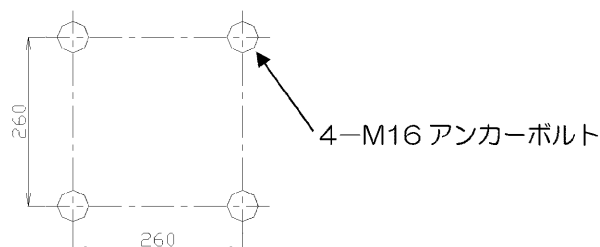

図 1 アンカーボルト取り付けピッチ
1. アンカーボルト (M16、突出 30mm 以上) を図 1 のピッチで、堅牢な基礎へ埋め込んでください。